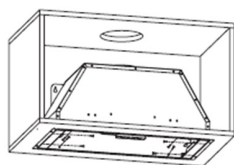

Fig. 9.
2. Según la ilustración 9, use 8 tornillos ST4*14 para fijar el compartimento en el mueble desde el interior del compartimento. Asegúrese de que la parte inferior del compartimento esté firmemente fijada a la parte inferior del mueble.